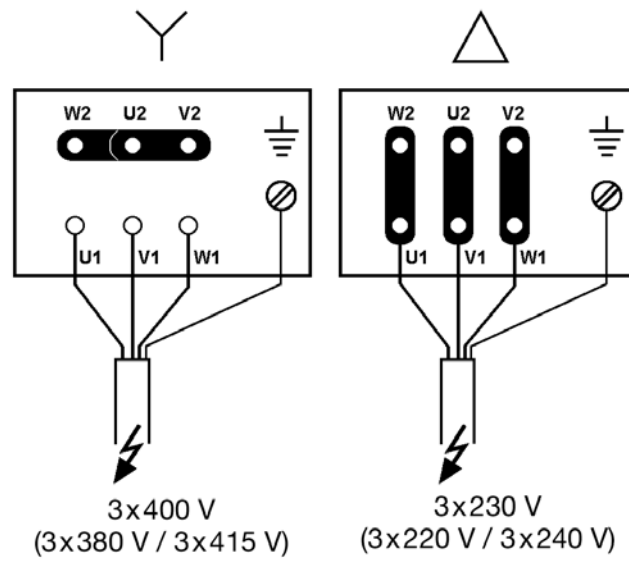

Bild 3
- Nätanslutningen skall utföras enligt kopplingschema för trefas i pumpens kopplingsbox. (Se även Bild 3).